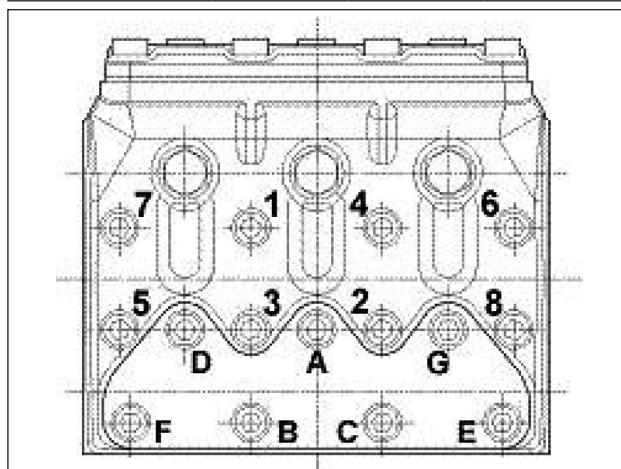

Fig. 24
** Le viti fissaggio testata pos. esploso 39 (65-KFR) devono essere serrate con chiave dinamometrica lubrificando il gambo filettato rispettando l'ordine riportato nello schema di Fig. 24.
*** Le viti fissaggio coperchi valvola pos. esploso 40 (61-KFR) devono essere serrate con chiave dinamometrica lubrificando il gambo filettato rispettando l'ordine riportato nello schema di Fig. 24.